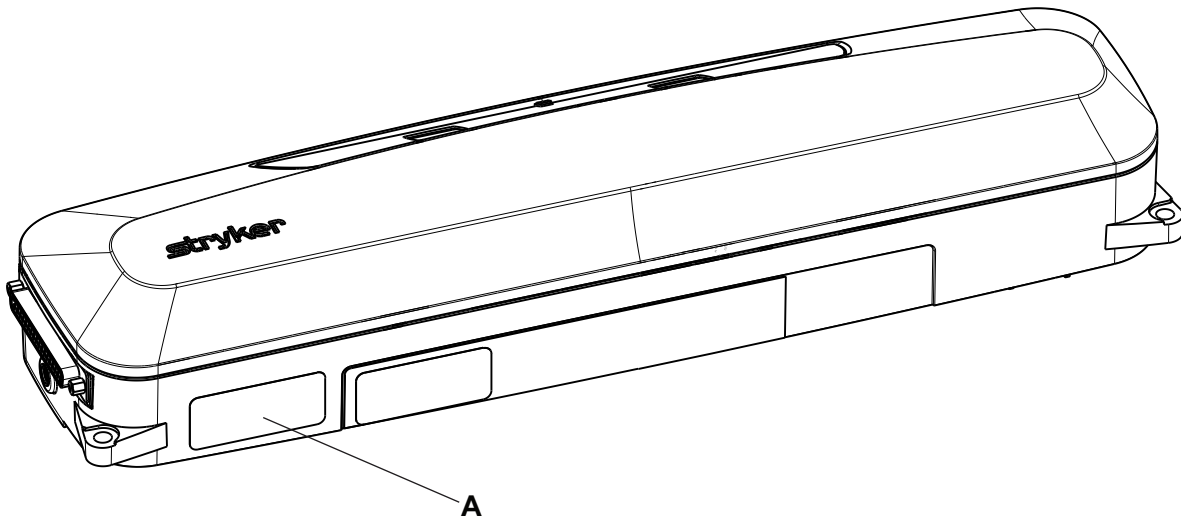

Figura 1 – Localização do número de série Stryker e do BBID
Pode encontrar a etiqueta com o número de série Stryker e o número de identificação da baía da cama (BBID) (A) na base do produto (Figura 1).